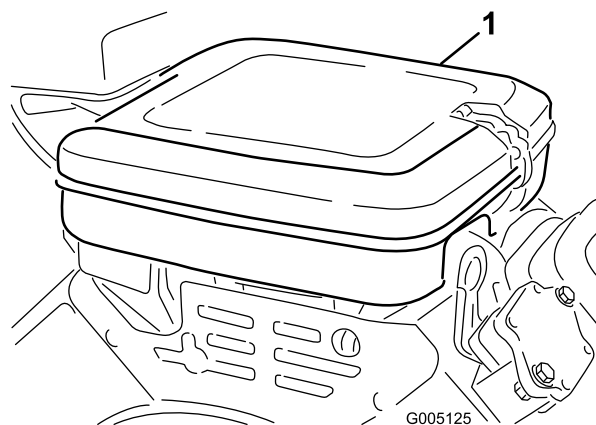

Рисунок 31
1. Очистите крышку воздухоочистителя (**Рисунок 31**).